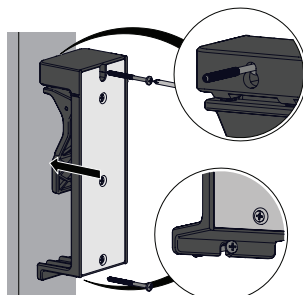

Figure 10
1. Pour fixer le clip de rail à une surface verticale, fixez d'abord la vis supérieure à la surface verticale, puis accrochez le clip de rail à la vis supérieure. Fixez le clip de rail en fixant la deuxième vis au bas du clip de rail. (Figure 10)